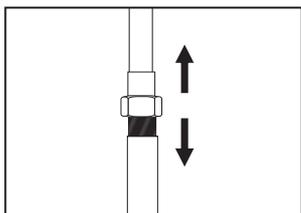

рис. 2.1
- Отсоедините от водопроводной трубы подводку холодной воды к кухонному смесителю (рис. 2.1).